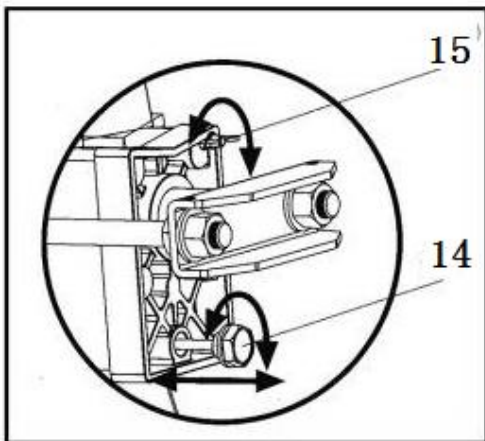

Fig.6
Avant d'utiliser la fendeuse de bûches, desserrez la vis de vidange (15), fig. 6, de quelques rotations jusqu'à ce que l'air puisse entrer et sortir en douceur du réservoir d'huile.
- Dévissez le boulon de vidange d'huile pour le retirer (14) (fig.6).